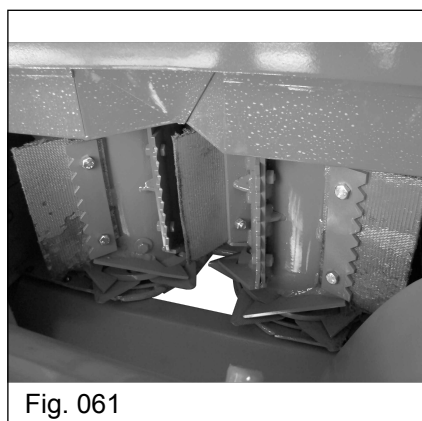

Fig. 061
- Monte as lonas alimentadoras nas aletas conforme posicionamento indicado (Fig. 061).